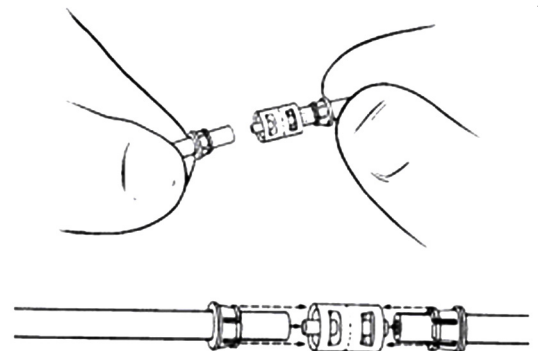

Figura 4-33. Inserte el tubo en el conector
4. Inserte el extremo del tubo en el conector. **(Figura 4-33)**
5. Inserte el otro extremo del tubo en el conector. **(Figura 4-33)**